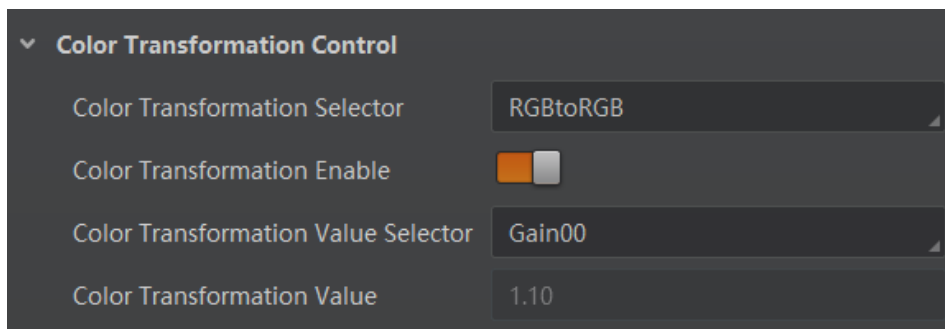

图7-35 色彩校正设置
2. 使能参数 *Color Transformation Enable*，开启色彩校正功能，如图 7-35 所示。